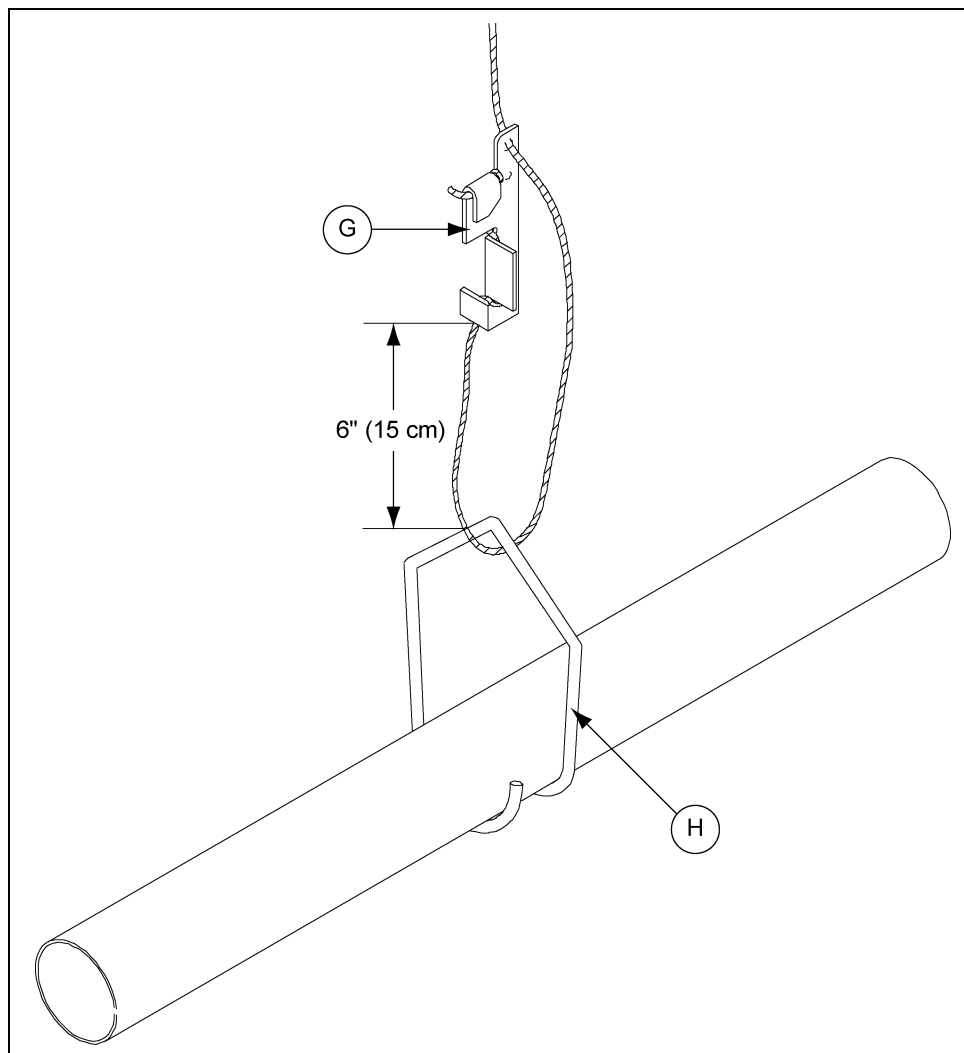

Рисунок 5S
11. Установите держатели на кормораздаточную линию непосредственно под каждым шкивом, закрепив держатель вокруг ребра трубы. (см. рисунок 5S на стр. 41.)
Расположите держатель так, чтобы он был над трубой шнека. Фиксатор должен находиться на расстоянии не более 6" (15 см) над держателем, как показано на рис. 5S на стр. 41. Таким образом кормораздаточную линию можно без труда поднимать во время очистки помещения.
12. Обрежьте отводной кабель так, чтобы его длины хватило на то, чтобы проложить его от троса ворота через держатель к фиксатору регулировки троса. (см. рисунок 5S.)